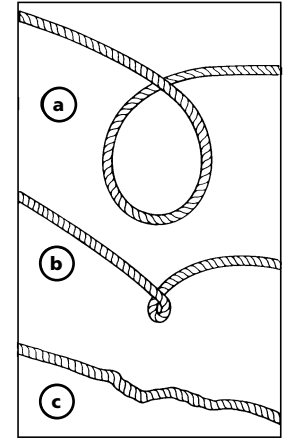

Figura 9
7. EVITE TORCEDURAS ANTES DE QUE OCURRAN (Vea la Figura 9)